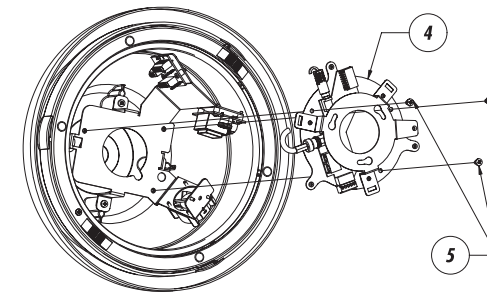

Fig. 2
- (Fig. 2) Fissare la piastra adattamento della dome (4) alla piastra riscaldamento tramite le viti in dotazione (5).
- (Fig. 2) Fixer la plaque d'adaptation du dôme (4) à la plaque de chauffage au moyen des vis fournies (5).
- (Fig. 2) Attach the dome adapter plate (4) to the heater plate using the screws supplied (5).
- (Fig. 2) Fixieren Sie die Adapterplatte der Dome (4) mit den beiliegenden Schrauben (5) an der Heizplatte.